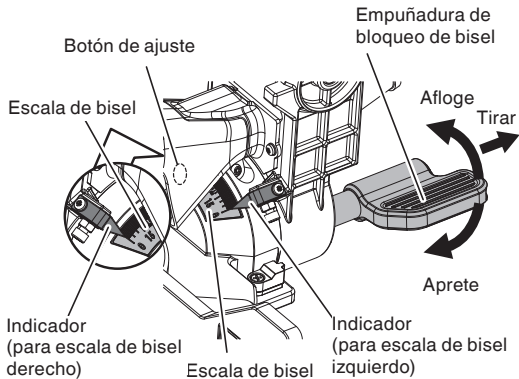

Fig. 22
- (2) Ajuste el ángulo de bisel en la configuración deseada mientras observa la escala de ángulos de bisel y el indicador, luego asegure la empuñadura de bloqueo de bisel. Al poner en contacto el banco de trabajo con el cuerpo principal, jale la empuñadura de bloqueo de bisel en el sentido de la flecha, como se ilustra en la Fig. 22, y cambie el sentido de la empuñadura de bloqueo de bisel.
- (3) Encienda la luz LED y coloque la pieza de trabajo sobre la mesa para la alineación previa de su corte.
- (4) Al utilizar el bloque de ángulo (A) y el bloque de ángulo (B), usted puede configurar con facilidad ángulos biselados de 33.9°, 45° o 48°. Para obtener más información, véase el apartado «Ángulo biselado de 33.9°, 45° y 48°» en la página 98.